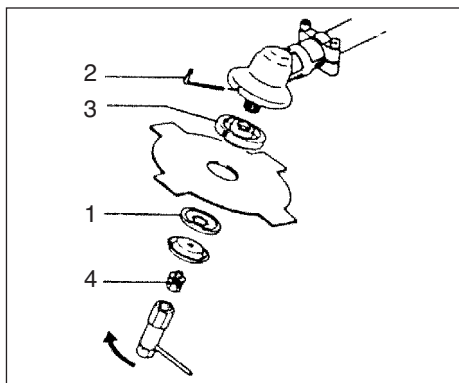

Рис. 1-10
Монтаж режущего лезвия (Рис. 1-10, 10B) (при наличии)
Если Ваше устройство закреплено гайкой и снабжено шплинтом, то при каждом монтаже лезвия необходимо устанавливать с новым шплинтом (5). (Рис. 1-10 C)